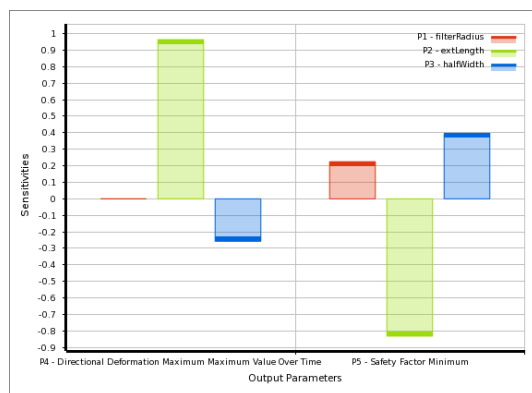

图 26-49 敏感度图
8) 在 Outline of Schematic C2: Optimization 中, 单击 17 行可以查看敏感度图, 如图 26-49 所示。